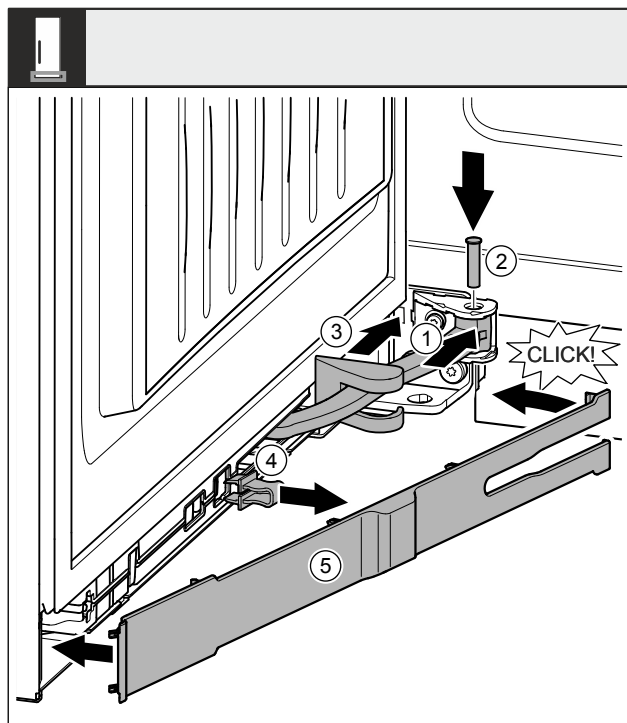

Fig. 50
- ▶ Okrenite zglobov Fig. 50 (1) u ovjesu.
- ▶ Odvijačem umetnite svornjak Fig. 50 (2) u ovjes i zglobov. Pritom se pobrinite za to da uskočna izbočina ispravno leži u utoru.
- ▶ Pomaknite pokrov podloška ležaja Fig. 50 (3) uzduž zgloba i montirajte ga iznad ovjesa.
- ▶ Skinite osigurač Fig. 50 (4).
- ▶ Postavite masku *Fig. 50 (5)* na stranu ručke i zakrenite je prema unutra.